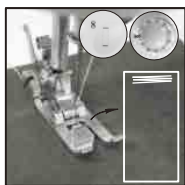

Fig.17
- (1) Ponga el paño debajo del pie prensatela y baje el prensatelas en el paño donde usted necesita coser el ojal, a continuación, elija el patrón de puntada #8.
- (2) Encienda el interruptor y coser la puntada 5-6 en de poca velocidad, a continuación, apague el interruptor (Fig. 17).